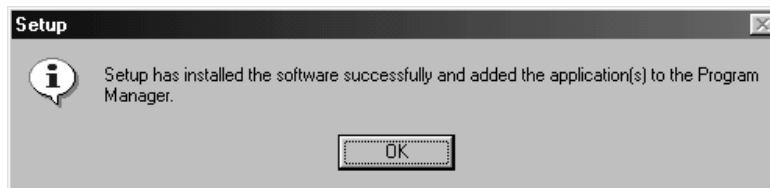

Figura 7: Se ha completado la instalación
4. Haga clic en 'OK' para continuar la instalación. Al finalizar la instalación, verá en su pantalla el equivalente a la Figura 7.